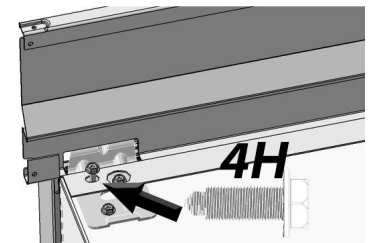

Fig. 12
- d. Installez la garniture supérieure en fixant quatre vis 4H le long de la base de la garniture avec une clé à douille de  $\frac{5}{16}$  po (Fig. 12). Vissez le support 1H à l'étape 8a pour mettre la garniture supérieure à niveau correctement.